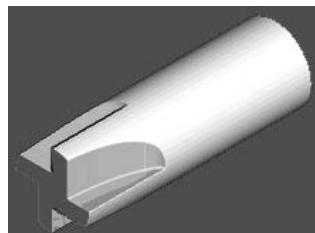

图 4-68 仿真加工结果 2
- 2) 在“仿真”工具栏的“当前刀具路径”下拉列表中选择要模拟的刀具路径 finish，然后单击“执行”按钮，系统开始自动仿真加工，仿真加工结果如图 4-68 所示。